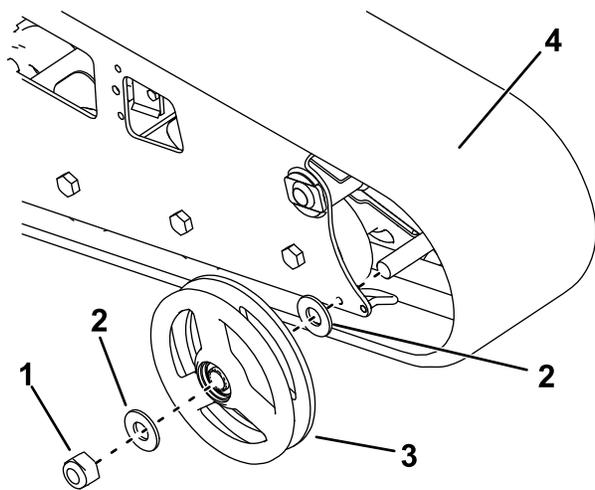

図 66
7. 外側の前ホイールを固定しているナット外して右ホイールを取り外す 図 66。
8. クローラを取り外す 図 66。
9. 外側ホイールそれぞれの左右それぞれの側から大きなワッシャ各側1枚、合計2枚を外す 図 66。
12. 新しいクローラを取り付ける 図 66。
13. 先ほど取り外したナットで、外側前ホイールを元通りに取り付ける 図 66。